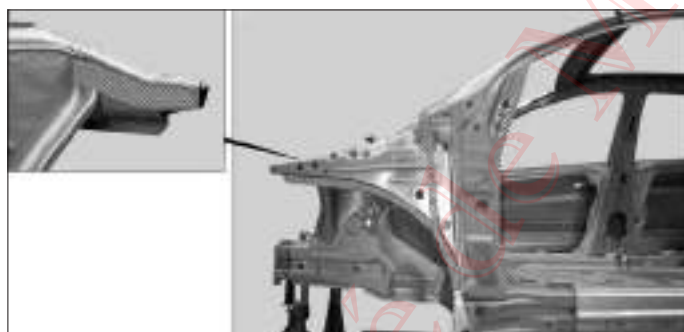

FIG. 40
- Chauffer à l'aide d'un décapeur thermique les zones hachurées (Fig.40).